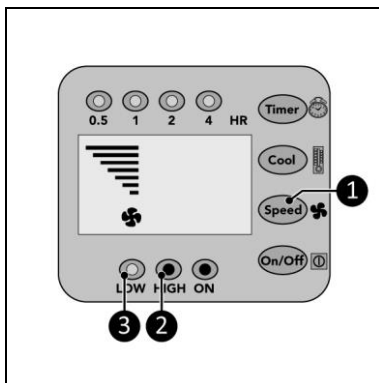

Abbildung 11
1. Drücken Sie die Geschwindigkeitstaste (Abbildung 11, Pos. 1) wiederholt, um die gewünschte Geschwindigkeitseinstellung einzustellen:
- Hoch: Hoch-Anzeige (Abbildung 11, Pos. 2) leuchtet auf und das Geschwindigkeitsdiagramm zeigt 7 Balken an.
- Niedrig: Niedrig-Anzeige (Abbildung 11, Pos. 3) leuchtet auf und das Geschwindigkeitsdiagramm zeigt 4 Balken an.